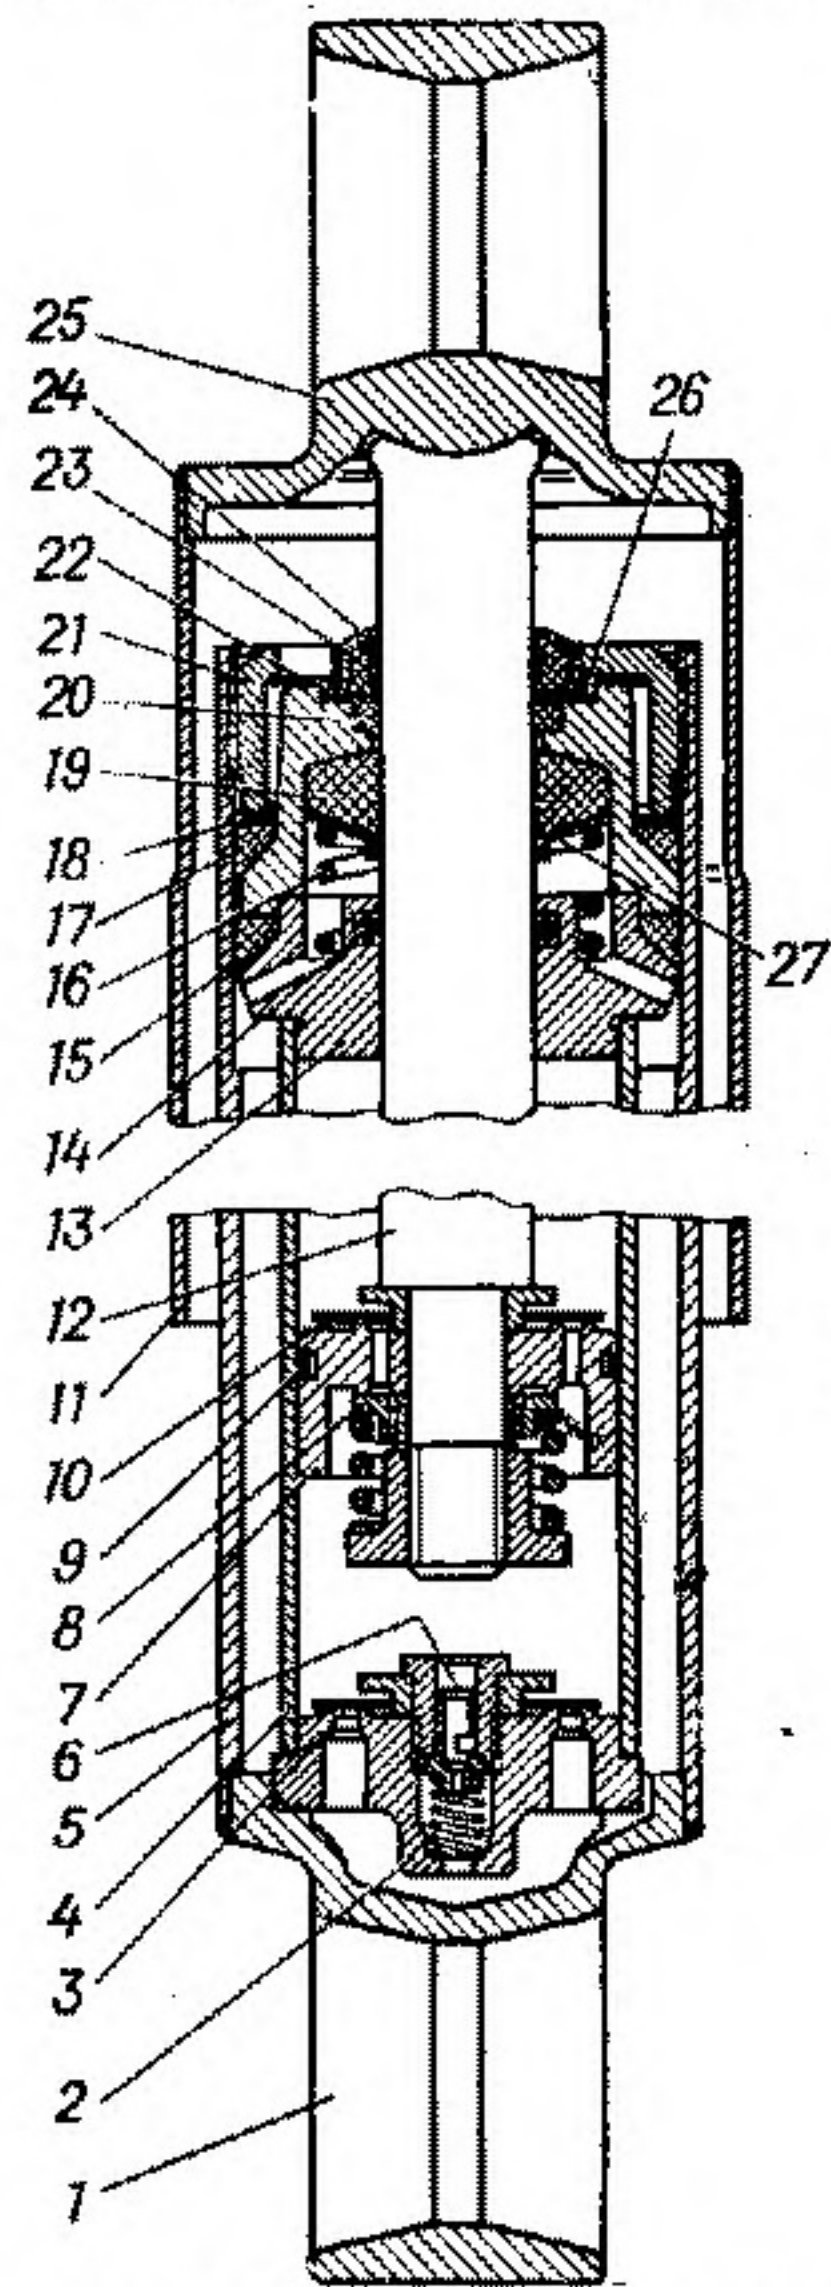

Рис. 48. Амортизатор:
2. Установить амортизатор в вертикальное положение, закрепив его в тисках за нижнюю проушину 1 (рис. 48).